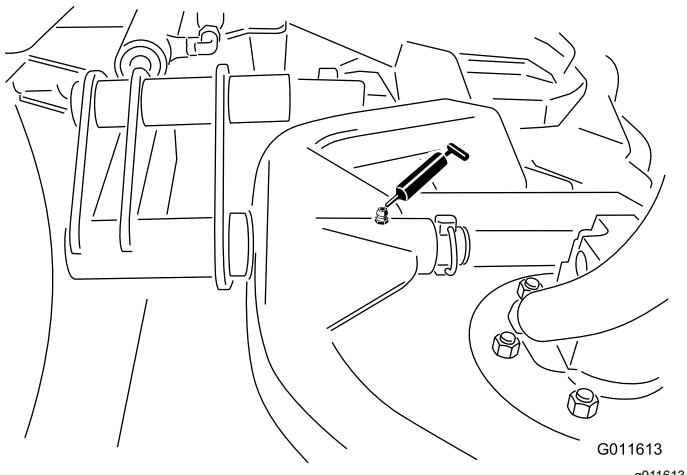

Figure 73
- Pivot de bâti porteur d'unité de coupe (x 1) – Figure 73